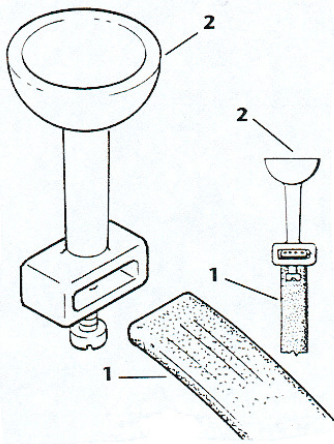
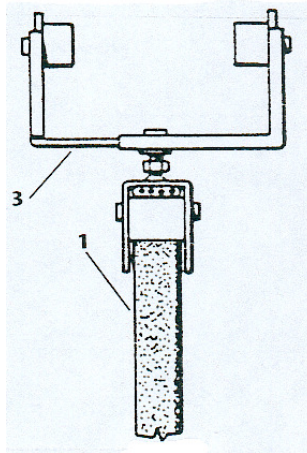

Fig.48
Fig.49
2. Passez le câble plat **1** dans les patins porte câble **2** dans le cas des potences profil DSC (fig. 48) ou dans les chariots **3**, dans le cas des potences H ou T (fig. 49), de façon à réaliser des boucles d'amplitude similaire. Fixez le câble avec les vis prévues.